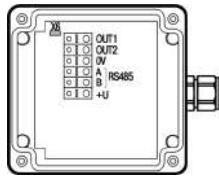

Рисунок 5 – Установка перемычки
- Установить перемычку X6 (см. рисунок 5).